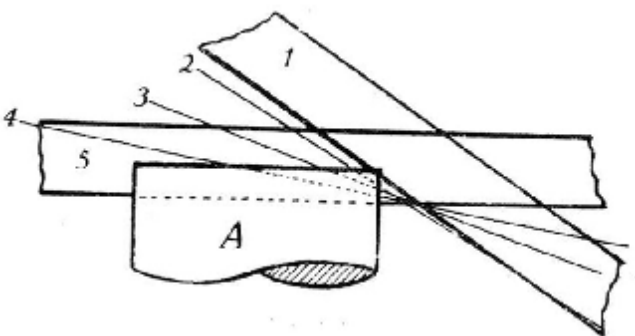

Abb. 39. Das Einschnittfeilen bei einer Schraube
5. Grat des letzten Gewindeganges entfernen. 6. Ansatz scharf und flach drehen. 7. Bolzen auf vorgeschrieben! Länge drehen; vorne abrunden. 8. Kopf konisch drehen 9. Schraube vom Stück in vorgeschriebener Länge abtrennen 10. Bolzen andrehen für Schraube B usw. wie oben, dann dasselbe bei C. 11. Einschnitte einteilen (Abb. 39 stellt Schematisch ein Verfahren dar, wie man den Einschnitt leicht in die Mitte bekommen kann)16). 12. Schrauben in Öl härten. 13. Schraubenköpfe weißschleifen. 14. Schrauben auf Anlaßblech graublau anlassen. 15. Kopfseiten mit Schmirgelholz weißschleifen. 16. Kantenbrechungen im Winkel von 45° anbringen. 17. Kantenbrechung am Kopfumfang mit der Druckfeile polieren. 18. Kopfflächen nur mit flachem Rundschliff schleifen.